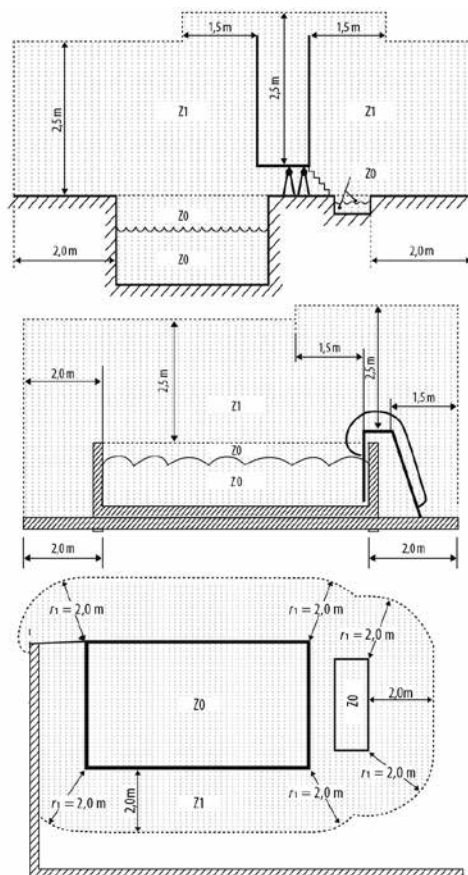

FIGURA 1 - ZONE DI INSTALLAZIONE
- La pompa non può essere installata nella Zona 0 né nella Zona 1. Nella Figura 1 - Zone di installazione si possono consultare gli schemi.